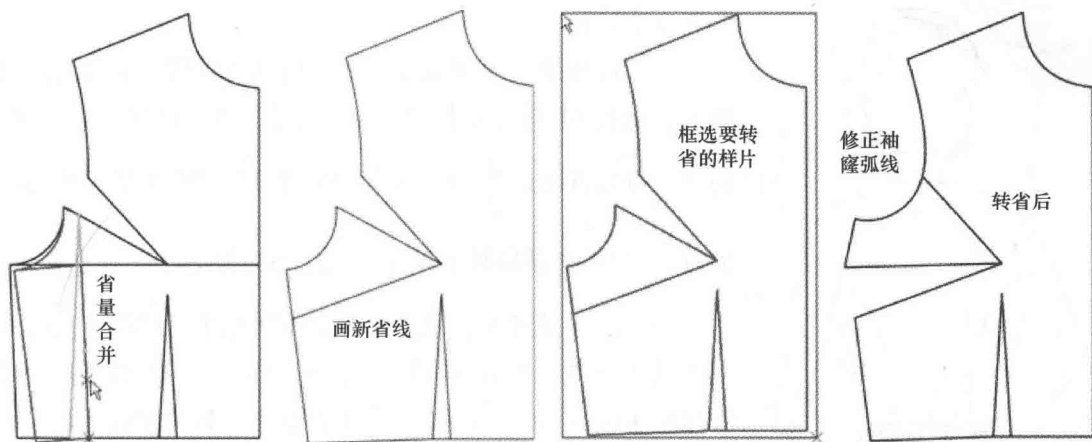

图4-45 公主缝分割设计步骤1
(1) 选择 【剪断线】工具将要旋转部位线段剪断后, 选择 【旋转】工具, 按着【Shift】键进入【旋转】功能。将侧腰省闭合。
(2) 选择 【智能笔】工具从袖窿省尖画新省线至侧缝线。
(3) 选择 【转省】工具框选要转省的样片, 然后先点击新省线, 再点击闭合二端线, 即可转省。
(4) 选择 【剪断线】工具, 依次点击袖窿弧线的 2 段线, 然后按右键结束将 2 段线连接成一条线。并选择 【调整】工具调顺袖窿弧线, 以上步骤如图 4-45 所示。
(5) 选择 【调整】工具框选腰省, 出现【偏移】对话框, 输入横向偏移量 2cm。
(6) 选择 【智能笔】工具根据款式要求画好分割线。